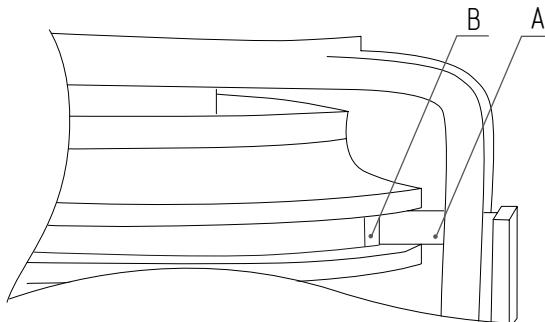

Рис. 6
3. Вилку корпуса подшипника **A** заведите в паз фланца **B** (**Рис. 6**).